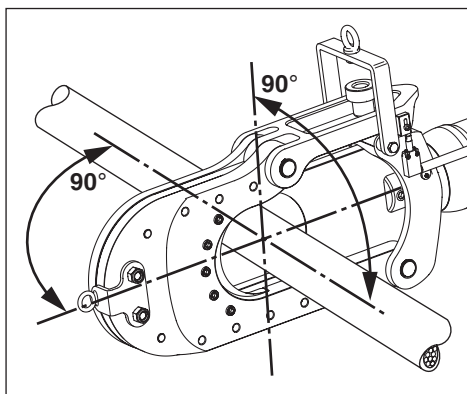

Figura 8, colocação do material no cabeçote de corte
Coloque o material a ser cortado entre as lâminas do cortador, de forma que esteja perpendicular ao eixo do pistão, conforme apresentado na Figura 8. Isto fornecerá a melhor qualidade de corte ao colocar a menor quantidade de carga no cortador.
5. Coloque o material a ser cortado entre as lâminas fixa e móvel. Certifique que ele esteja perpendicular ao eixo do pistão, conforme apresentado na Figura 8. Consulte as instruções na Seção 8.5 para informações adicionais.